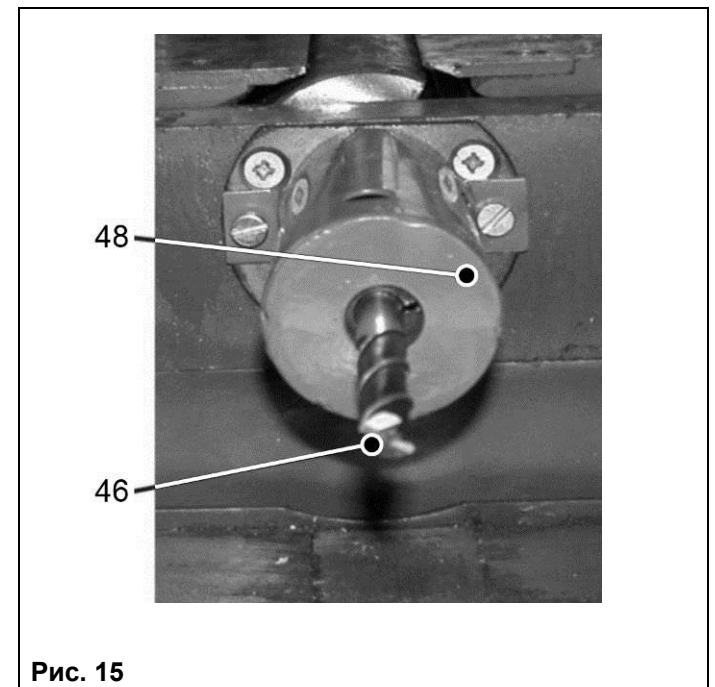

Рис. 15
9.1. Установки и настройки перед началом фрезерных работ (Рис. 15, 16, 17)